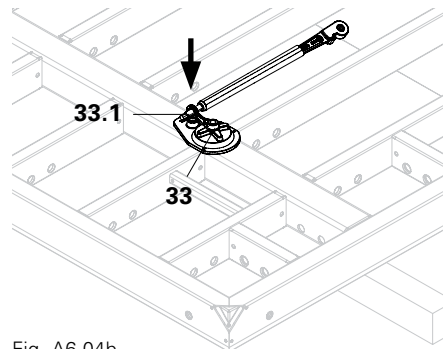

Fig. A6.04b
2. Fissare la piastra orientabile al parametro della cassaforma con la vite-anello (33.1). Utilizzare la chiave a cricchetto MX! (Fig. A6.04b)
(Fig. A6.04b)